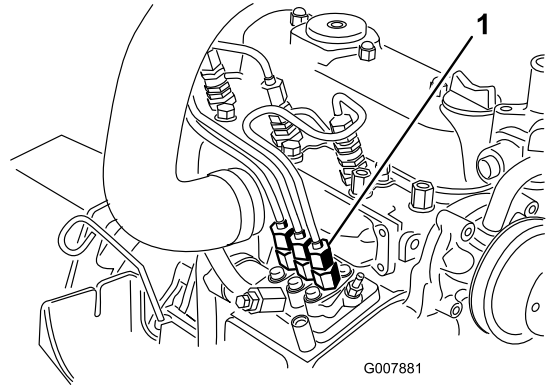

Figura 50
1. Coloque um tapete por baixo da tubagem que sai da bomba de injeção para o bico injector n.º 1 conforme ilustrado em Figura 50.